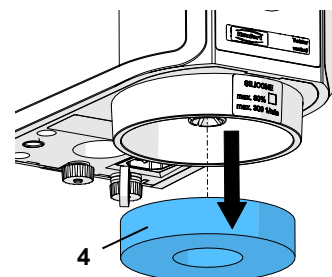

Fig. 12
- ⇒ Disinserire il filtro di spugna verso il basso (Fig. 12).
- ⇒ Svitare il filtro sinterizzato (13) ruotando in senso antiorario e togliere.